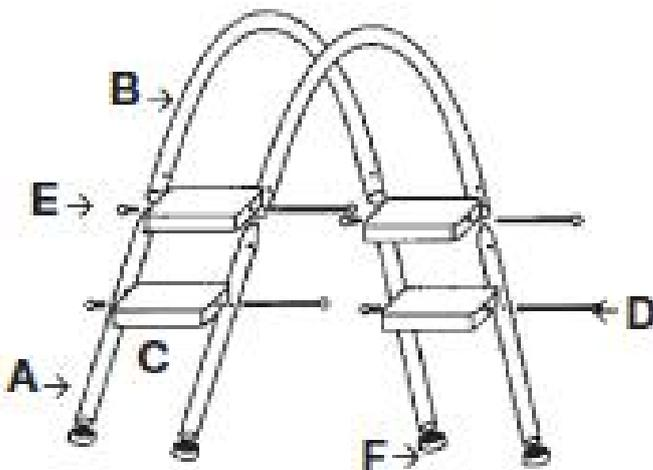

Abb. 17
A. Zusammenbau der Schwimmbadleiter (Abb. 17)